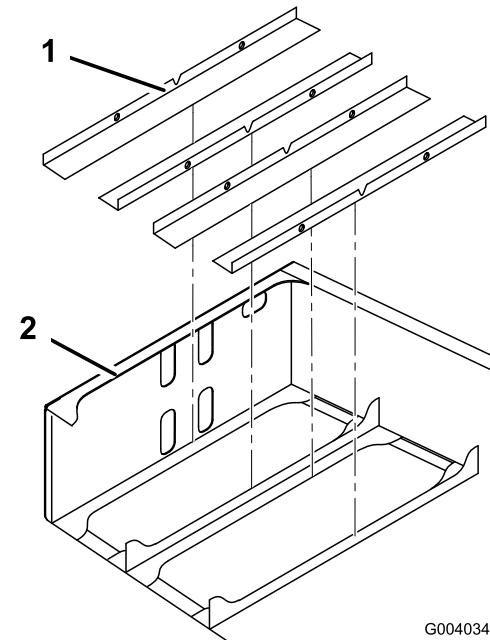

図 9
2. 図 9に示すように後フレーム・アセンブリにバッテリー・トレー・パッドを敷く。